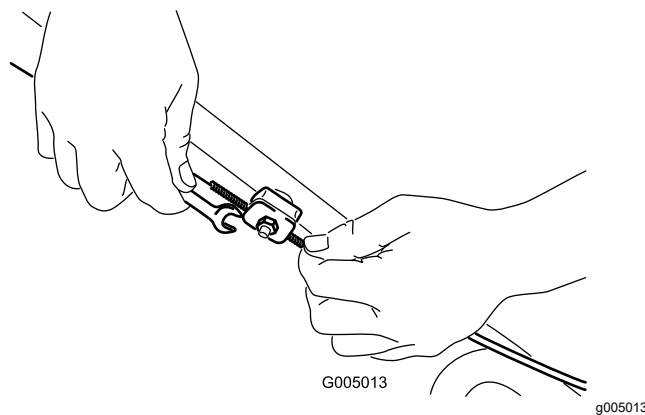

Figure 50
2. Desserrez l'écrou de support du câble (Figure 50).